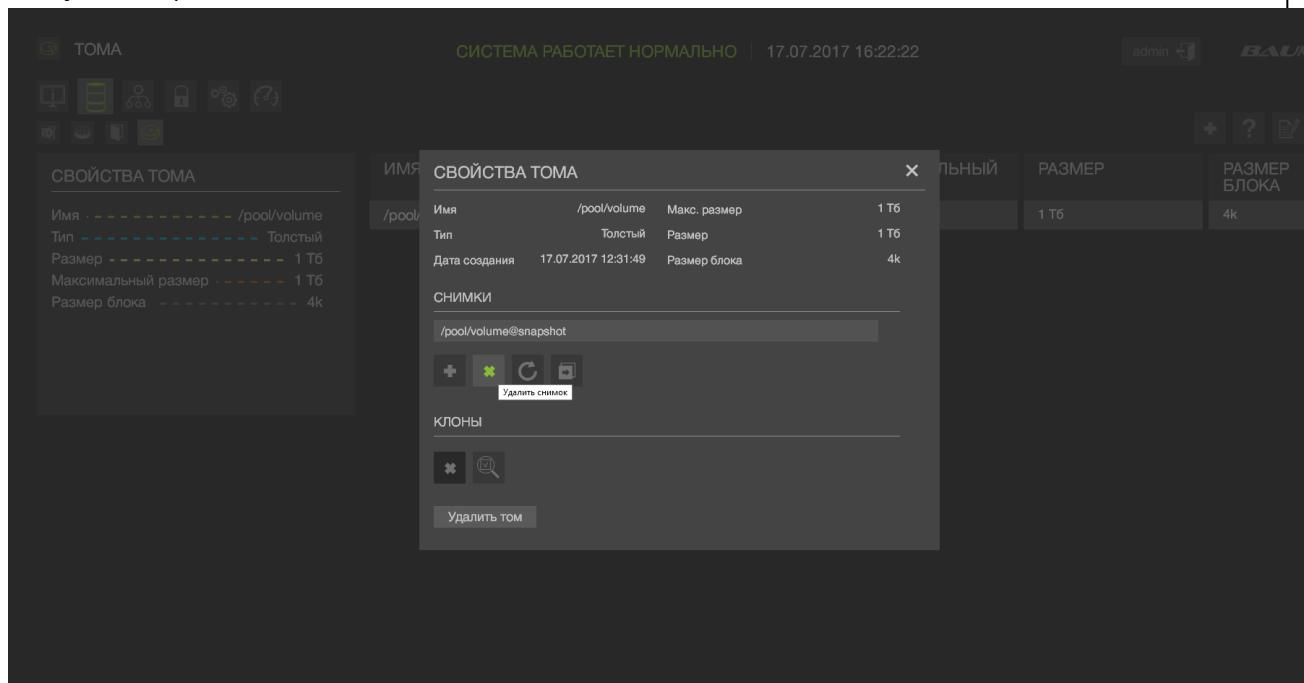

Рисунок 37 – Удаление резервной копии
- 2) В области «Снимки» выбрать нужный снимок и нажать на кнопку «Удалить» (см. Рисунок 37).